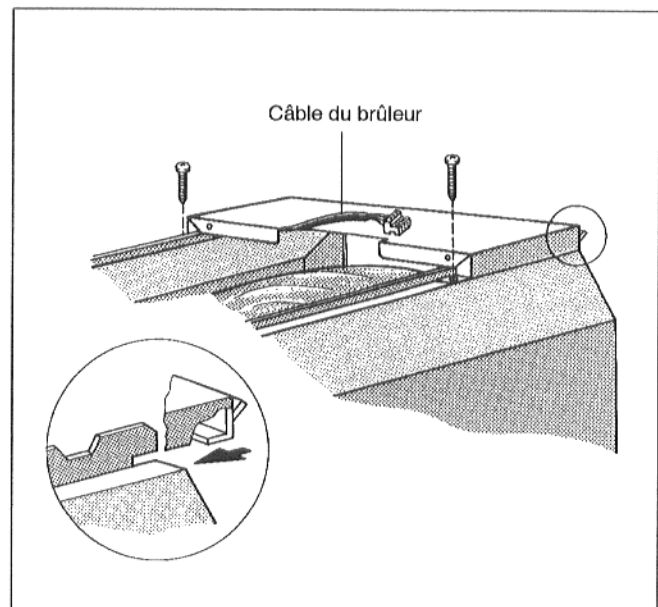

Fig. 14
- Par l'avant, poser le capot avant de la chaudière sur le haut des panneaux latéraux droit et gauche et pousser vers l'arrière jusqu'à ce que les ergots s'enclenchent dans les fentes des panneaux latéraux (Fig. 14).
- Fixer le capot à l'aide de 2 vis Parker (Fig. 14).
- Passer le câble du brûleur dans la découpe du capot de la chaudière (Fig. 14).